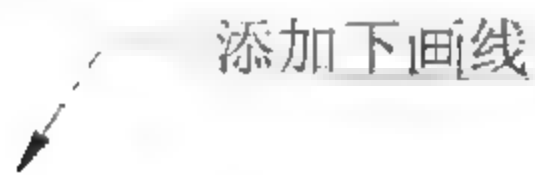

图5-105 添加下画线
- 【下画线】按钮：为选中的文字添加或删除下画线，如图5-105所示。